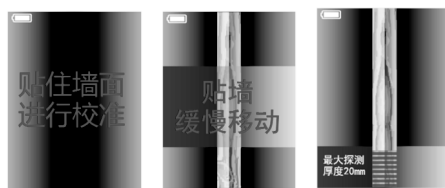

图3 图4 图5
- 1、木档测量键进入探测异物模式（如图3），此时喇叭会播报当前探测模式（如果关闭语音播报则此时就没有声音）。
- 2、探测异物时必须把仪器竖直贴紧墙体后再短按一下探测异物按钮，保持仪器不动1-3秒钟，等待仪器校准完成后（如图3），当出现（如图4）显示时再进行探测操作。操作时把探测仪放在探测物表面上并向左或向右沿同一方向均匀并缓慢地移动仪器，不要将仪器提起或施加额外压力。